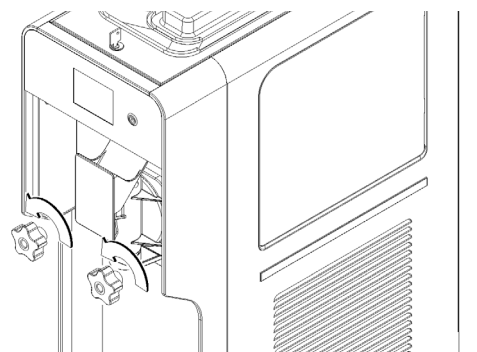

figura 19
- 5** Desenrosque ambos pomos de fijación del grupo grifo. (ver figura 19)
- 4 Coloque el grupo grifo siguiendo la secuencia inversa con respecto a la ilustrada en la figura 19, e introdúzcalo en su alojamiento.